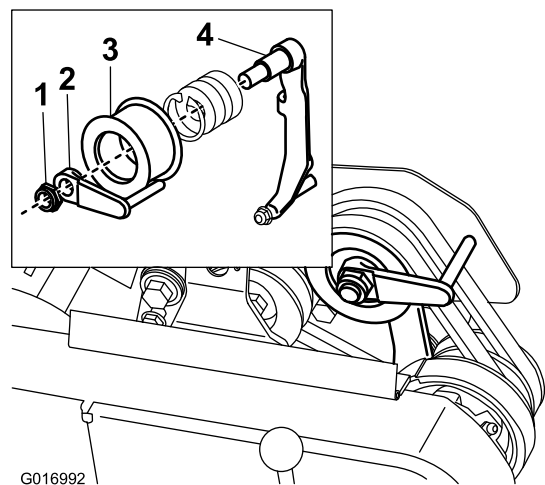

Figura 40
- Per spingere o tirare la macchina più agevolmente senza avviare il motore, regolate il guidacinghia (Figura 40, inserto) come segue.